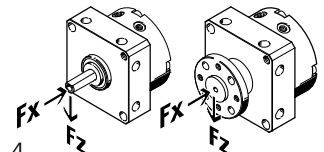

Fig. 4
4. 유효 하중을 마운팅 할 때, 다음의 사항을 준수 하고 있는지 확인하십시오(Fig. 4):